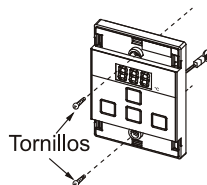

Fig. 3
6. Fijar el control remoto a la pared (Fig. 3).